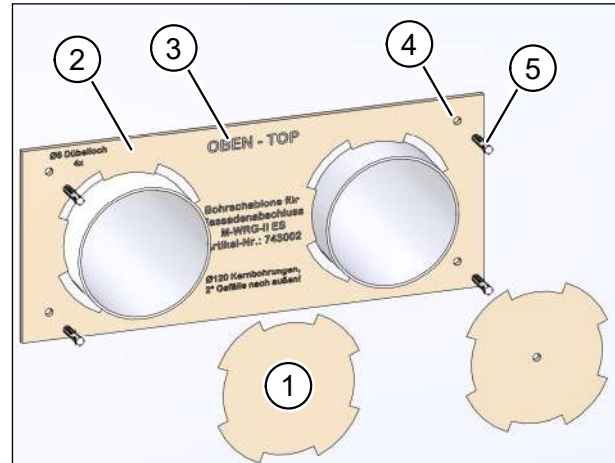

Abb. 11: Bohrungen anbringen
- ▶ Drücken Sie die vorgestanzten Ausschnitte (Pos. 1 in Abb. 11) für die Lüftungsrohre aus der Bohrschablone (Pos. 2 in Abb. 11).
- Beachten Sie den Aufdruck „OBEN“ (Pos. 3 in Abb. 11) auf der Bohrschablone.
- ▶ Bohren Sie mit dem 6 mm Steinbohrer vier Löcher mit ca. 40 mm Tiefe an den in der Bohrschablone gekennzeichneten Stellen (Pos. 4 in Abb. 11) in die Außenwand.
- ▶ Setzen Sie die mitgelieferten vier Dübel (Pos. 5 in Abb. 11) in die Bohrungen ein.